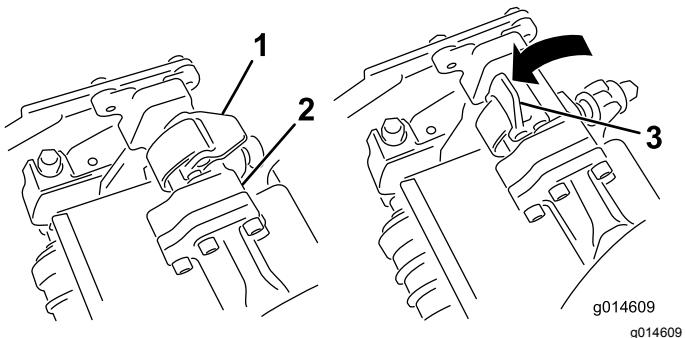
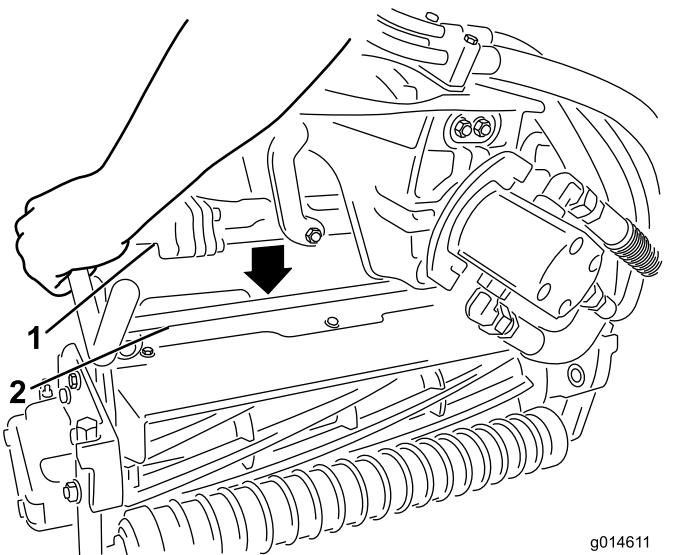

Рисунок 29
Рисунок 30
- Когда защелки на штанге рычага подвески направлены вверх (т.е. открыты) (Рисунок 29), нажмите на рычаг подвески так, чтобы штанга села на поперечный стержень наверху режущего блока (Рисунок 30).
- Опустите защелки и поверните вокруг стержня режущего блока и заблокируйте их (Рисунок 29).
4. Откройте защелки на штанге рычага подвески режущего блока, который необходимо снять (Рисунок 29).